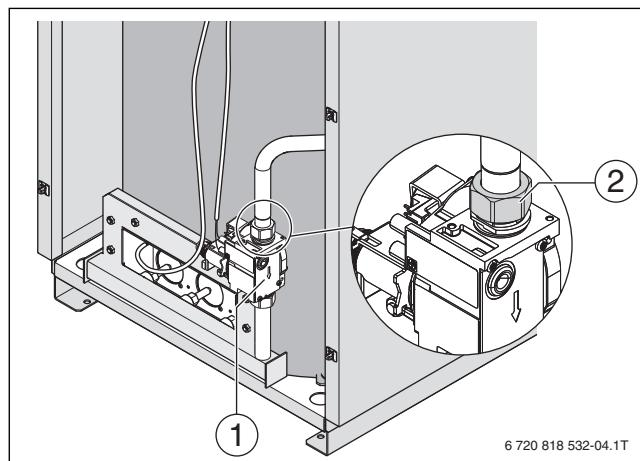

Рис. 34 Демонтаж горелки
- ▶ Подсоедините газоподводящую трубу к клапану резьбовым соединением [2] с моментом затяжки $48\text{--}52 \text{Н}\cdot\text{м}$ (→ рис. 34, стр. 32). При присоединении газоподводящей трубы фиксируйте газовый клапан от смещения на фланце под гайкой [2].